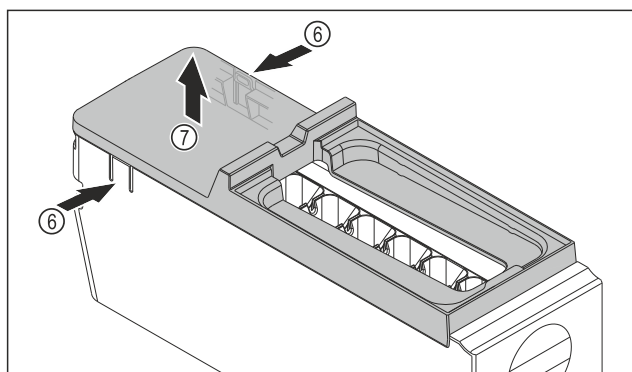

Fig. 105
- Odstráňte kryt korpusu EasyTwist-Ice: strmene Fig. 105 (6) na oboch stranách korpusu EasyTwist-Ice zatlačte rukou.
- Kryt Fig. 105 (7) odoberte druhou rukou smerom nahor.